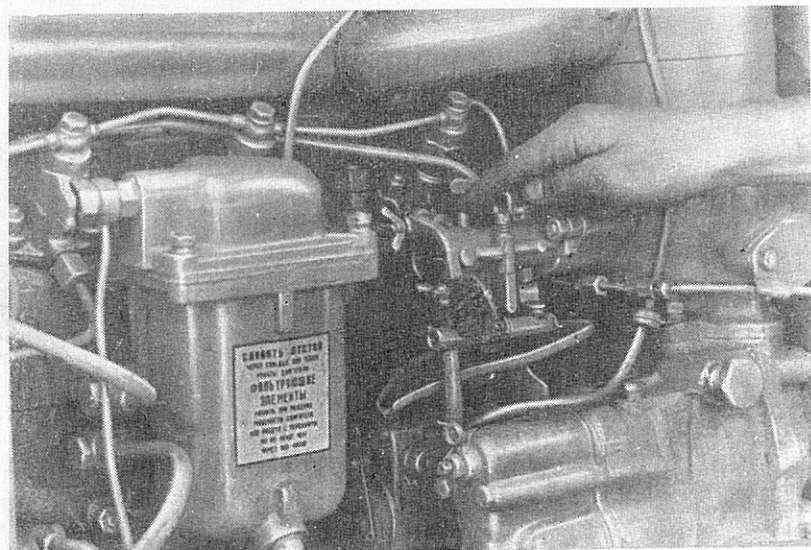

Fig. 13. Remplissage du carburateur d'essence à l'aide du noyeur du flotteur
12. Remplir le carburateur d'essence en appuyant avec le doigt sur le noyeur (fig. 13).